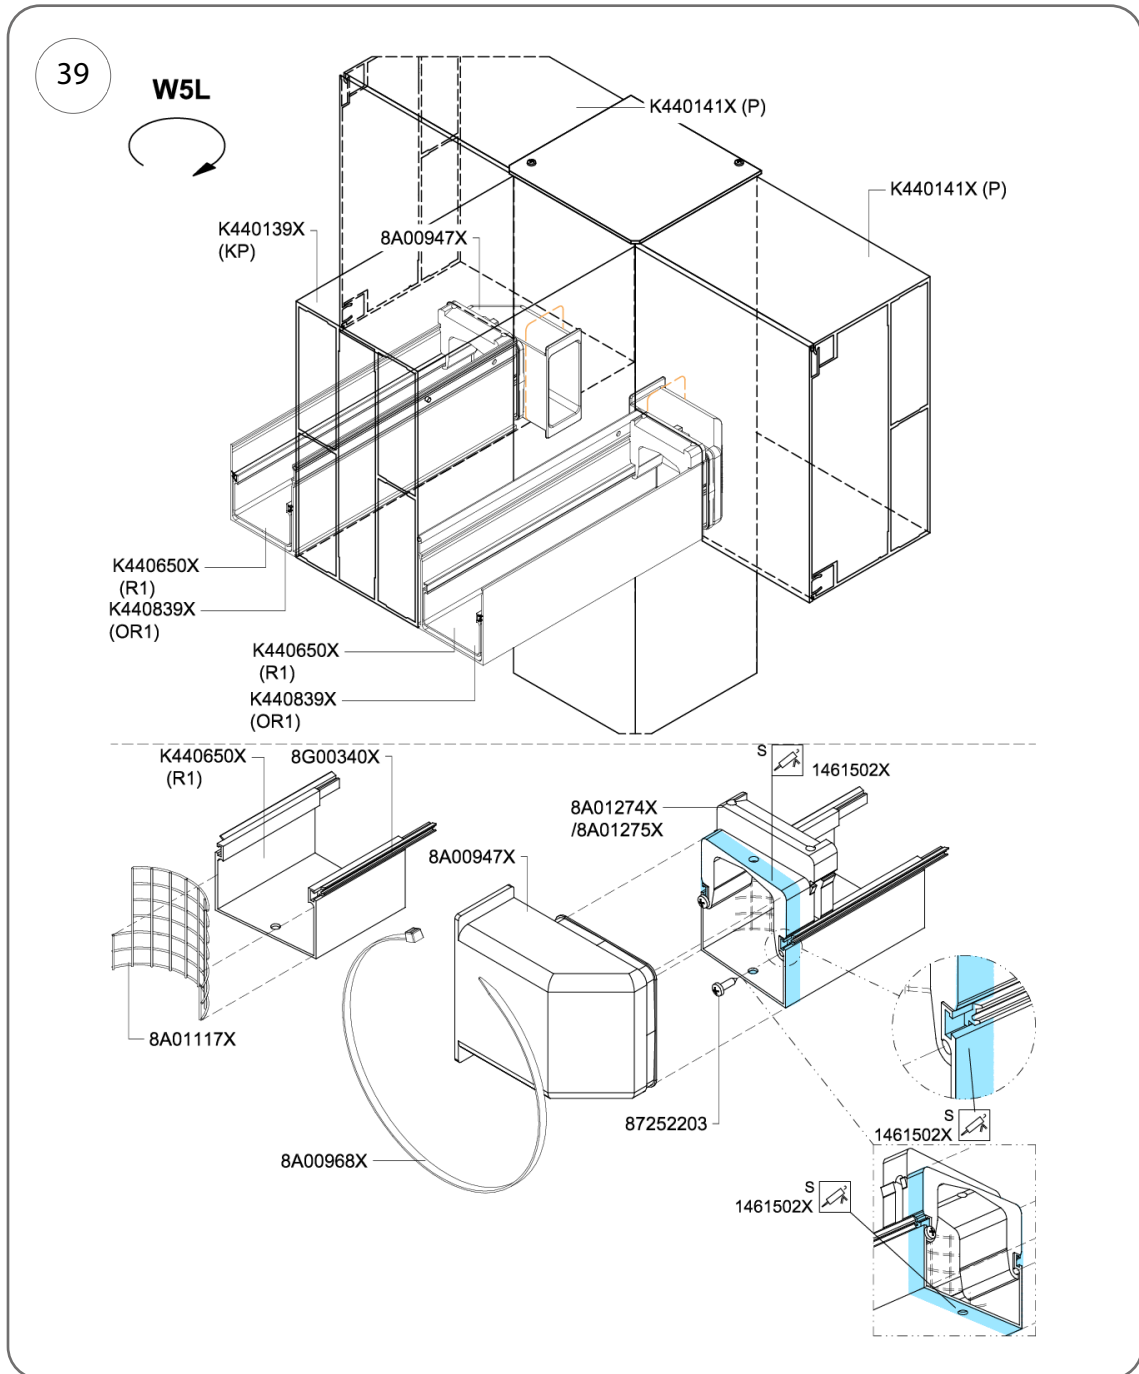

Fig. 39
2. Fixați elementele cu fixare prin clipire pentru a preveni deplasarea acestora prin introducerea a 2 șuruburi, 3,5 x 13 mm (nr. cat. 87252203) – Fig. 39.
3. Aplicați un strat de adeziv și compus de etanșare (nr. cat. 1461502X) pe întreg perimetrul jgheabului și al elementului de fixare prin clip, așa cum se arată în Fig. 39.
2. Introduceți axul lamelor în unghi în manșonul 8A01084X (Fig. 39).